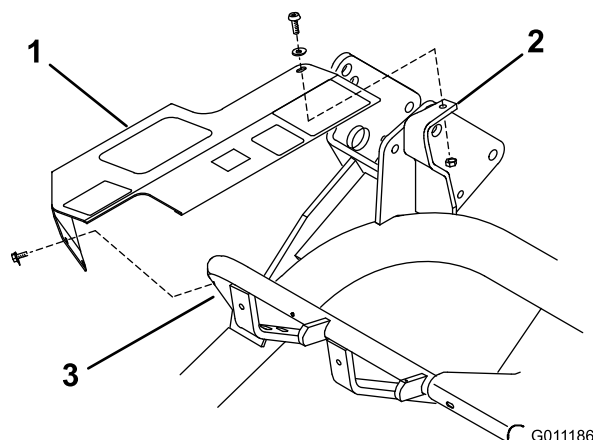

Figura 7
1. Alinhe os furos de montagem da cobertura com os furos do tubo da estrutura e suporte de montagem (Figura 7).